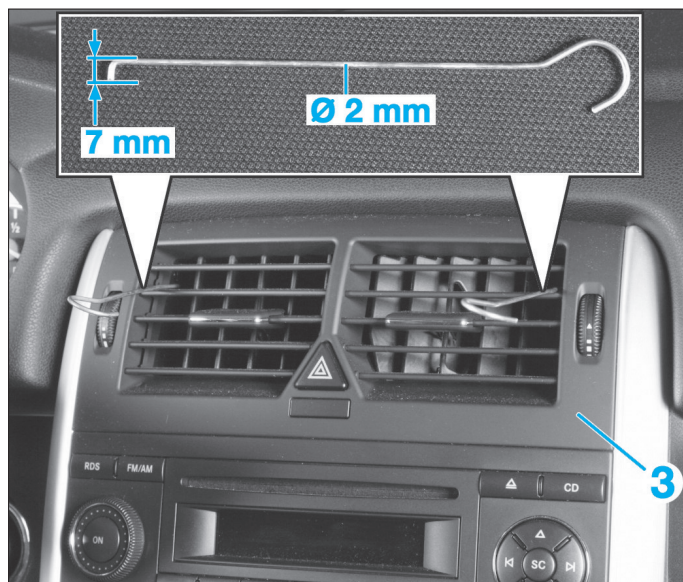

FIG. 29
- À l'aide de crochets, déverrouiller les deux fixations de l'aérateur central (3) et l'extraire vers l'arrière (**Fig.29**).